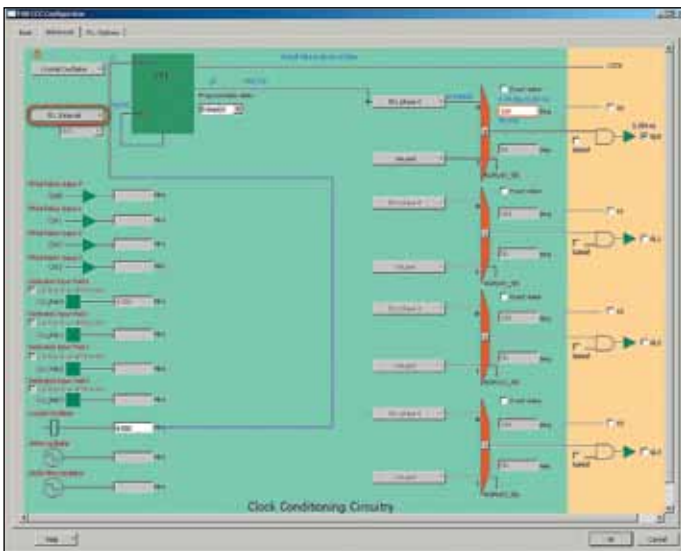

Рис. 11. Продолжение конфигурирования формирователя тактовой частоты
- щелкнем по второй сверху кнопке в левом верхнем углу окна (не обращая внимания на ее текущее название) и пройдем по пунктам выпадающих меню **Internal** → **PLL Internal** (рис. 11);